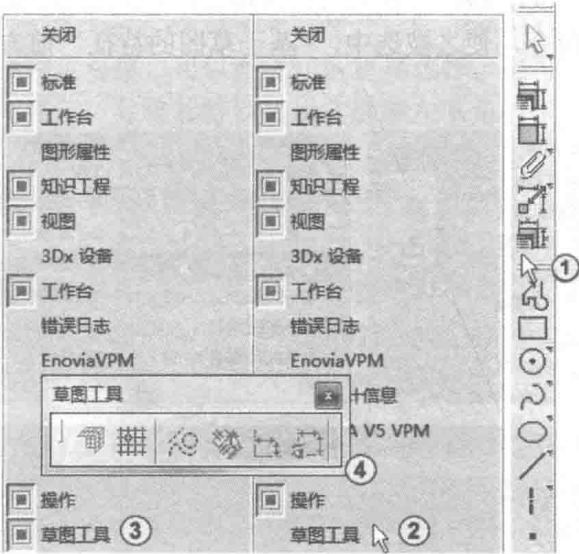

图 1-12 调出“草图工具”工具栏
如果不小心关掉或者隐藏了“草图工具”，可以选择菜单“视图”→“工具栏”→“草图工具”命令，使其被选中，使其显示。或者在工具栏图标上右击，如图 1-12 中①所示，在弹出的快捷菜单中选择“草图工具”命令，如图 1-12 中②所示，恢复显示，如图 1-12 中③④所示。